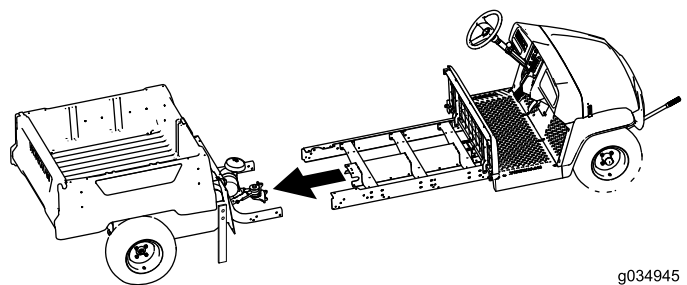

図 27
7. もう一人に手伝ってもらって、車体の前半分と後半分を接合する 図 27。